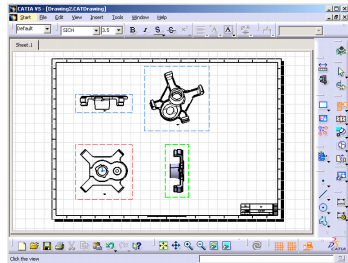

图 6-527
- » 步骤 03 将鼠标移至图纸中，只可看到投影视图，如图 6-527 所示。在空白处单击鼠标确定生成投影视图。